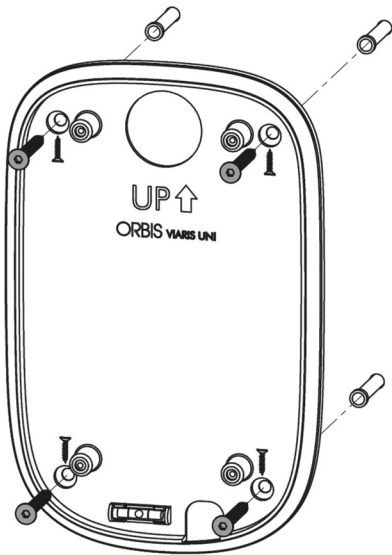

Abb.1
- Verschrauben Sie die Montageplatte an der Wand. **Abb. 1**